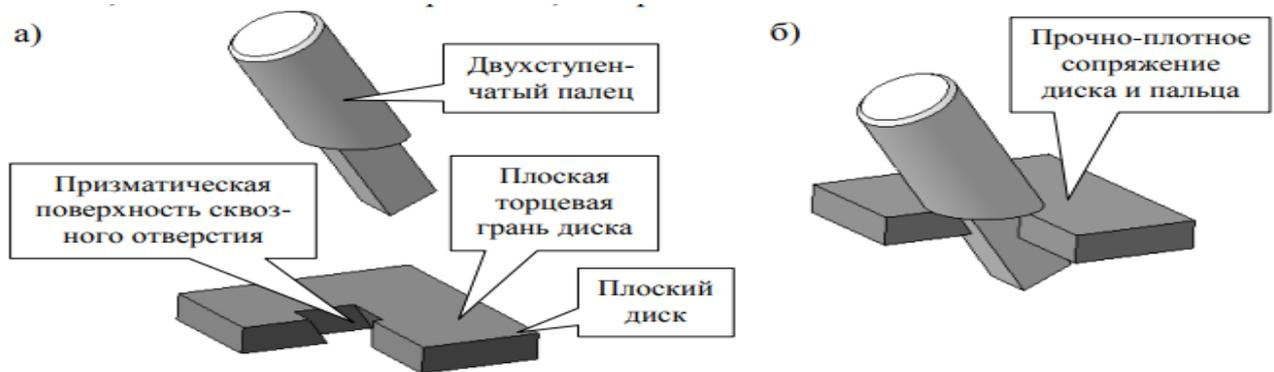

Рис. 17
- б) Трехмерные модели деталей построенные в контексте сборочного узла; Рис. 17 Плоский диск Двухступенчатый палец Плоская торцевая грань диска Призматическая поверхность сквозного отверстия а) Прочно-плотное сопряжение диска и пальца б)
8. Укажите оптимальную последовательность команд сопряжения, расположенных на одноименной Панели инструментов, при помощи которых в системе КОМПАС-3D, за минимальное количество времени, можно создать в рамках трехмерной модели сборочного узла (см. рис. 17, а) прочно-плотное сопряжение плоского диска и двухступенчатого пальца (см. рис. 17, б) по плоской торцевой грани диска и гладкой призматической поверхности сквозного, отклоненного от вертикали, отверстия в нем?